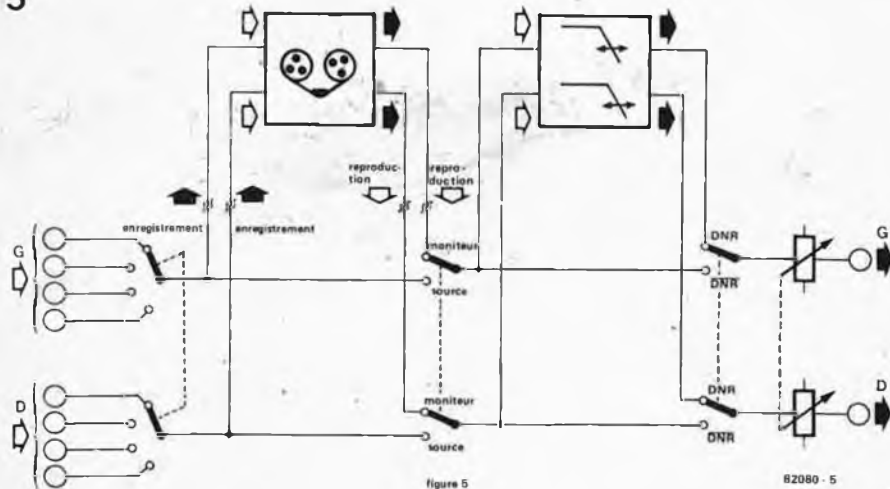
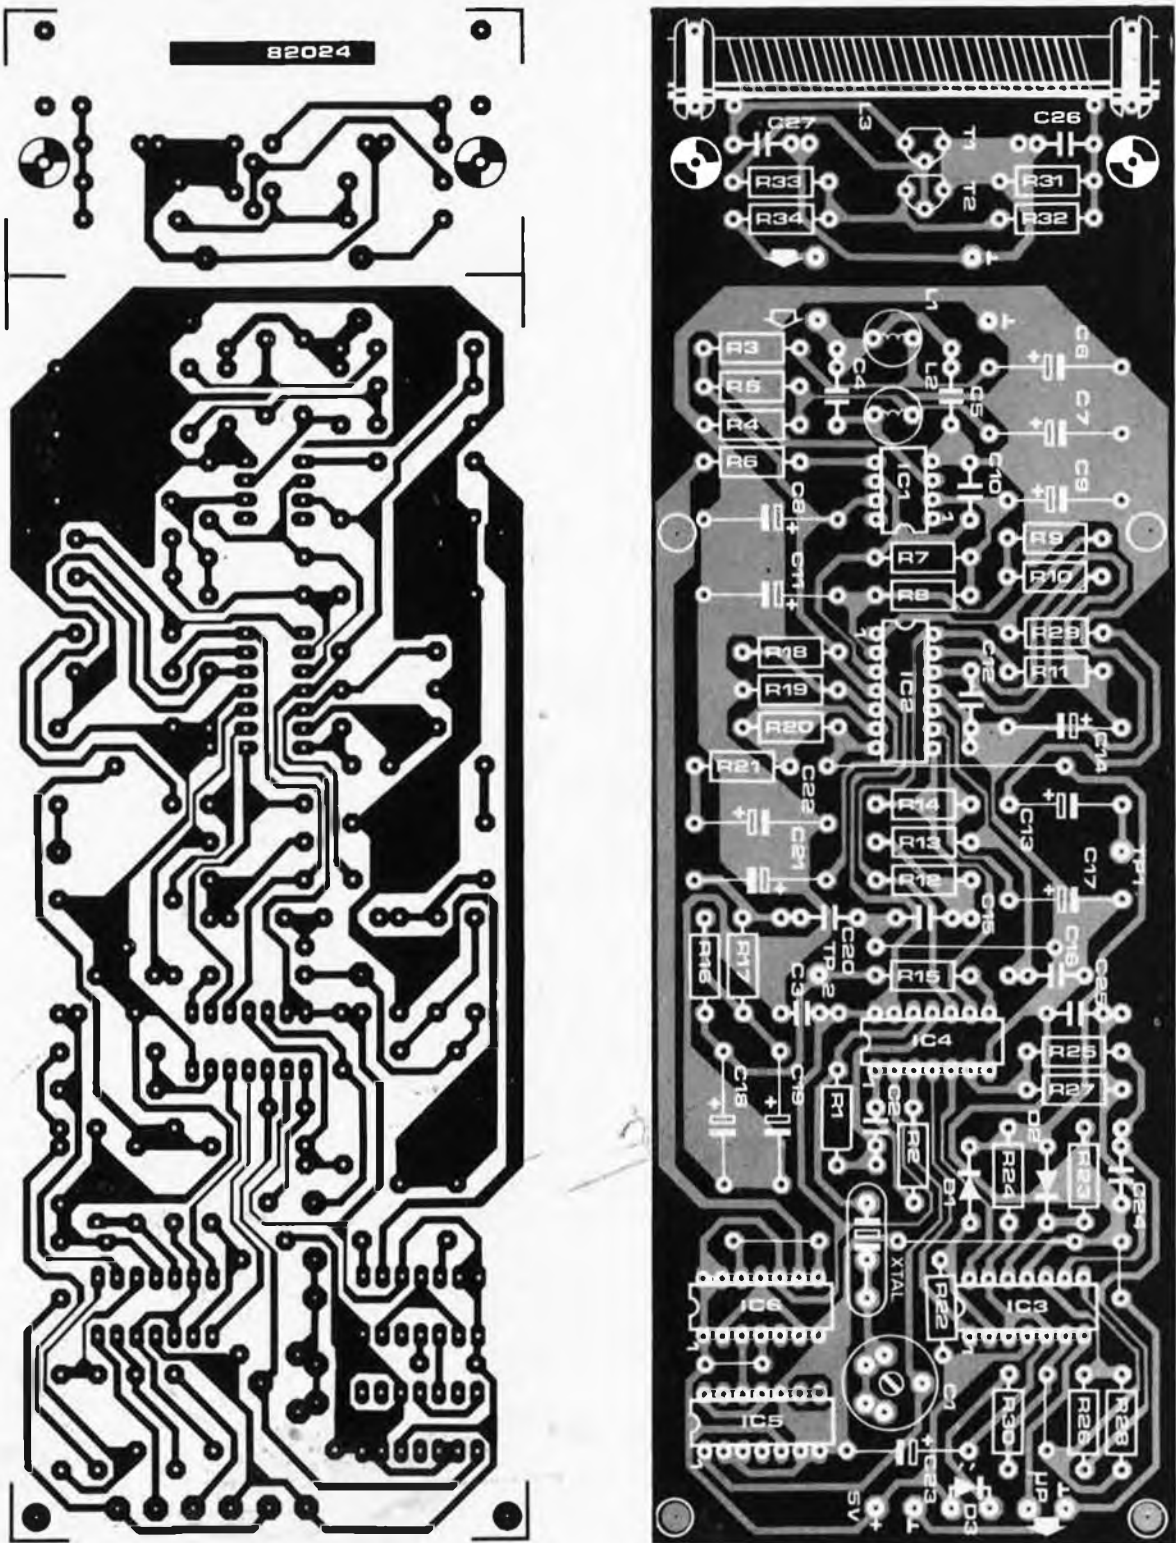

Figure 5. Solution la plus universelle: DNR commutable pour toutes les sources de signal et pour monitoring d'un signal lors de la reproduction d'une bande.
Figure 3. Dessin du circuit imprimé avec sérigraphie pour l'implantation des composants du préamplificateur d'antenne et du récepteur de signaux horaires codés.
Plus le courant de commande est élevé, plus haute est la fréquence de coupure. La configuration des filtres est quelque peu modifiée si on la compare à celle que l'on peut trouver en figure 5 de l'article relatif au DNR. La commande ne se fait pas par l'entrée positive, mais par l'entrée négative de l'OTA, (masse virtuelle). Pas d'intégrateur actif, mais des condensateurs, C3 et C4, commandés par une source de courant. Les tensions fournies par ces condensateurs, tensions tamponnées à l'aide de darlington, servent de tensions de sortie du montage DNR, elles sont ensuite renvoyées en contre-réaction vers les entrées négatives des OTA, par l'intermédiaire des résistances R13 et R14.
permet alors de mettre en fonction ou de couper le DNR. Mais cela fait perdre la possibilité de faire du monitoring, (d'écouter le signal en cours d'enregistrement). Il faudra également vous servir de l'entrée de réserve, (Aux), lors de la reproduction d'une bande. La figure 3 vous propose une solution qui se caractérise par le fait que le DNR est mis en fonction de manière définitive lors de la reproduction d'une bande, mais qui a le désavantage de ne pas permettre l'usage du DNR pour les autres sources de signaux. La figure 5 propose la solution la plus universelle, mais cela entraîne une intervention au niveau de l'amplificateur.
On trouvera sur la figure 3 le dessin du circuit imprimé (tant attendu) pour le préamplificateur et le récepteur/démodulateur. Selon la situation géographi-
Figure 3. Modèle type de la disposition des bandes pour les solides. 3a: conducteur, pas de bande interdite. 3b: isolant, bande interdite très large (BI). 3c: semiconducteur, bande interdite étroite. Dans ce cas, il suffit d'un apport d'énergie très faible pour "catapulter" les électrons de la bande de valence (électrons de valence) vers la bande de conduction.